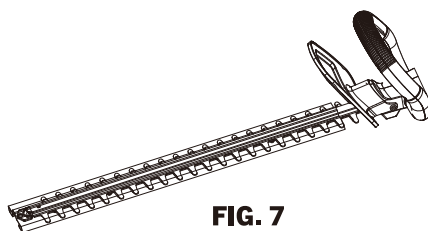

FIG. 7
2. Veillez à ce que le protecteur de lame glisse entièrement sur les lames de coupe afin que toutes les dents de coupe soient couvertes (fig.7).